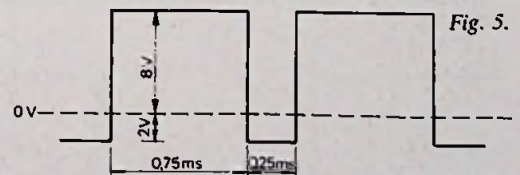

Fig. 5.
8. Bepaal van de wisselspanning, weergegeven in het oscillogram van fig. 5.